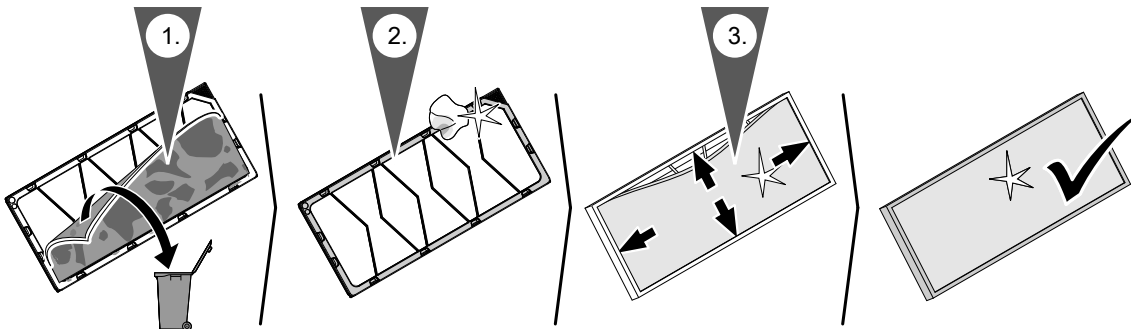

Рис. 29
- Фильтр грубой очистки G4 (= ISO Coarse 60 %): замените только фильтрующий материал в корпусе фильтра: см. рис. 29.